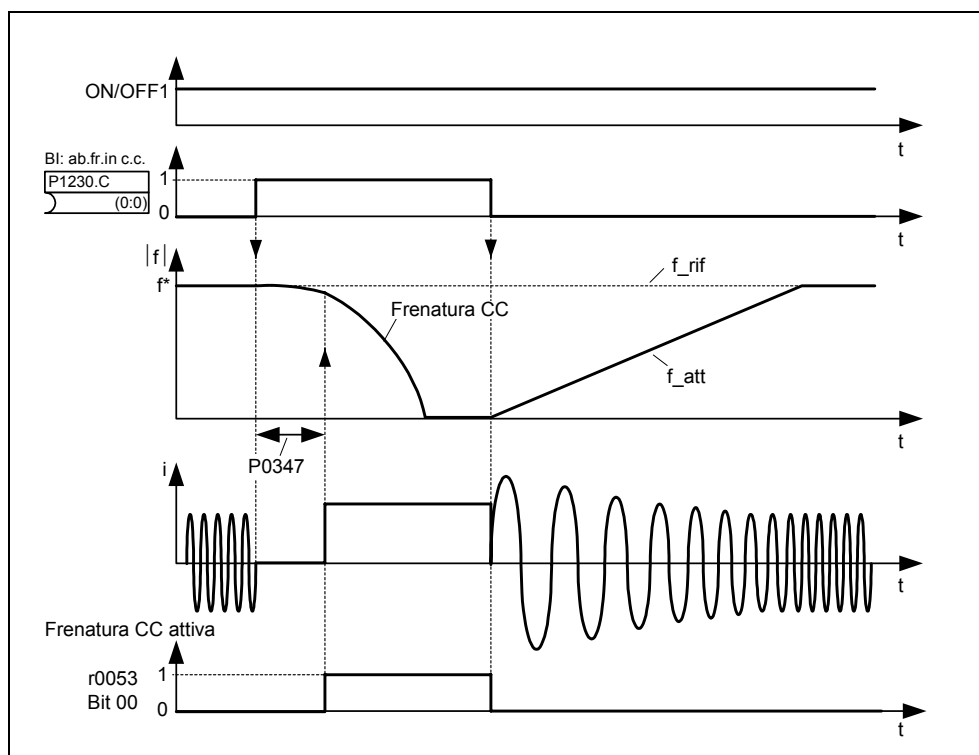

Figura 3-64 Freno in c.c. con selezione esterna
1. Abilitazione e selezione attraverso il parametro BICO P1230 (vedi Figura 3-64)